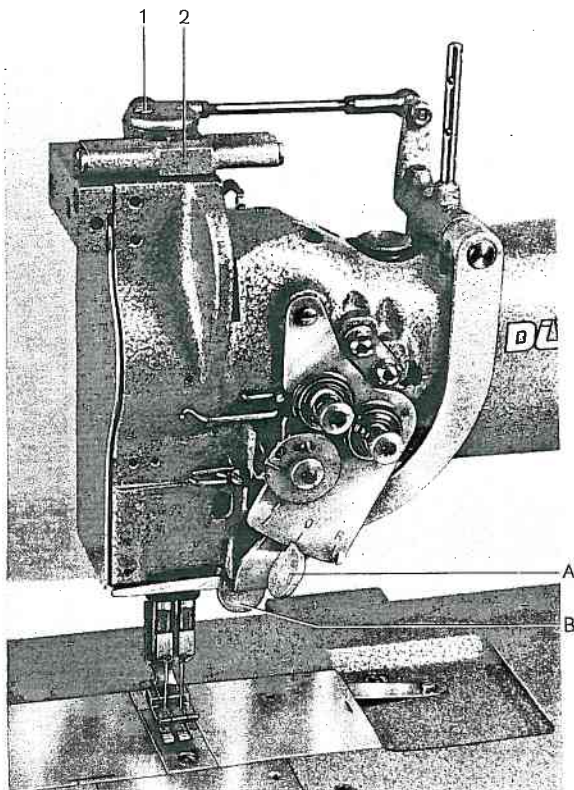

Abb. 1
Das Entkuppeln einer Nadelstange erfolgt durch seitliches Verstellen des Hebels A (Abb. 1) auf die Marke L oder R.
a) Demontage einer Nadelstange (Abb. 1, 2, 3 und 5)
1. Schalthebel A (Abb. 1) auf „0“ stellen, so daß beide Nadelstangen eingekuppelt sind, Schraube 1 herausschrauben und das Schaltschloß 2 abheben.
b) Montage einer Nadelstange (Abb. 1, 2, 3 und 5)
14. Schaltschloß 2 (Abb. 1) einbauen.